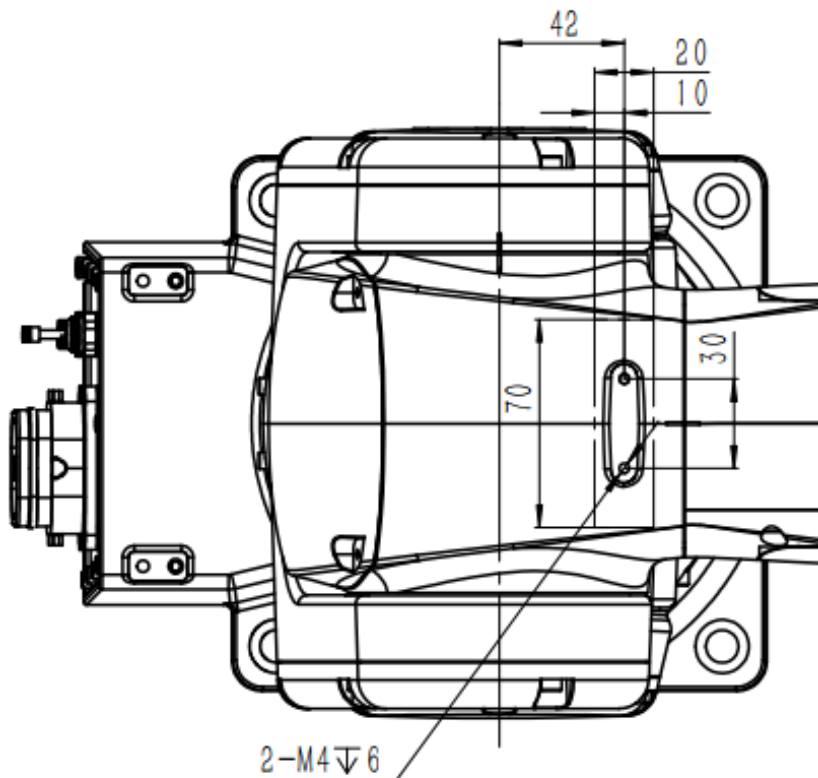

图 6-10 AIR4-560A 操作机肘部负载接口尺寸示意图
- 肘部负载质心位置需位于图 6-10 所示 20X70mm 区域内部。
AIR4-560A 操作机三轴肘部负载安装孔规格及尺寸如下图 6-10 所示。